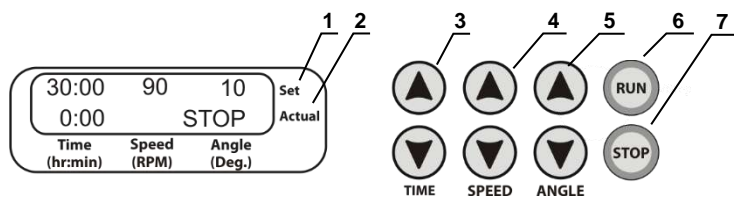

Рис. 2. MR-12, панель управления
- 5.2.3. Дисплей прибора показывает установленные ранее время, скорость и угол наклона в верхней строчке **Set**, а также прошедшее время и индикацию режима в нижней строчке **Actual** (рис. 2/1 и 2/2).
- 5.2.4. **Установка времени.** С помощью кнопок ▲ и ▼ **TIME** (рис. 2/3) установите необходимый интервал времени в часах и минутах (шаг 1 мин.).
- 5.2.5. **Установка скорости.** С помощью кнопок ▲ и ▼ **SPEED** (рис. 2/4) установите необходимую скорость перемешивания (шаг 1 мин⁻¹, RPM или раз в минуту).
- 5.2.6. **Установка угла наклона.** С помощью кнопок ▲ и ▼ **ANGLE** (рис. 2/5) установите необходимый угол наклона (шаг 1°).
- 5.2.7. Нажмите кнопку **RUN** (рис. 2/6). Начнётся движение платформы и отсчёт установленного интервала времени. Во время работы можно менять параметры, скорость и/или угол наклона, но не время.
- 5.2.8. Если интервал времени установлен на 0:00, то нажатие кнопки **RUN** переводит прибор в непрерывный режим работы с отсчетом времени в нижней строке **Actual** до тех пор, пока не будет нажата кнопка **STOP** (рис. 2/7).